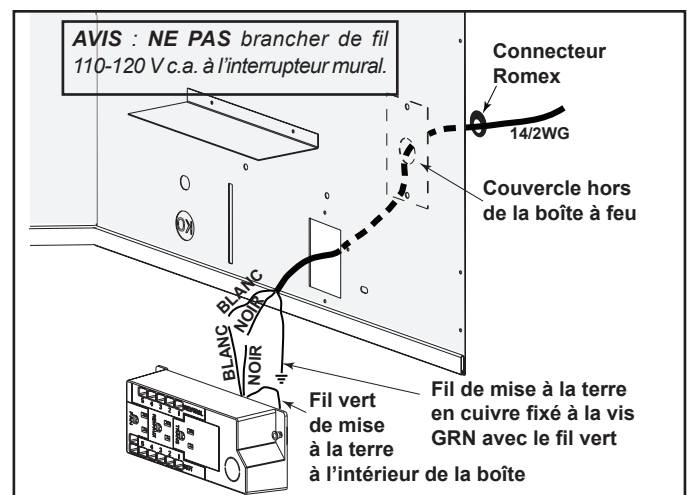

Figure 8.4. Câblage de la boîte de jonction (modèle générique montré)
- Introduisez les fils électriques depuis l'extérieur de l'appareil par cette ouverture jusqu'au compartiment de la vanne et fixez-les avec un connecteur Romex. Voir la figure 8.4.